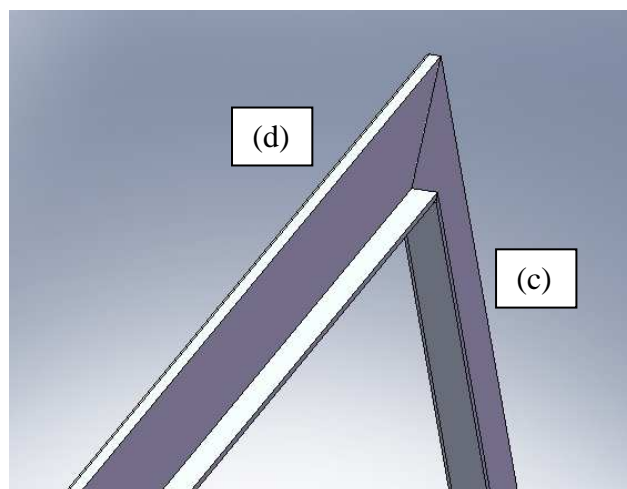
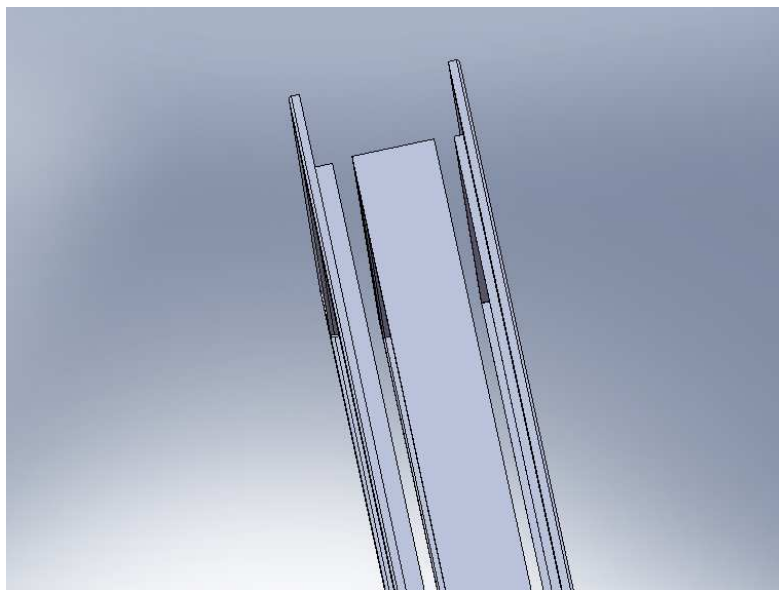

Figura 7
Figura 8
- Encaixar as peças de guarnição (de modo a fazer um “U”). De notar que existe três peças de guarnição (duas grandes e uma pequena) com uma aba mais pequena (ver figura 7) – estas serão para colocar no aro do lado da porta. As restantes peças de guarnição terão que ser colocadas no outro lado do aro. (ver figura 8). Execute este passo cuidadosamente de forma a não danificar o verniz.